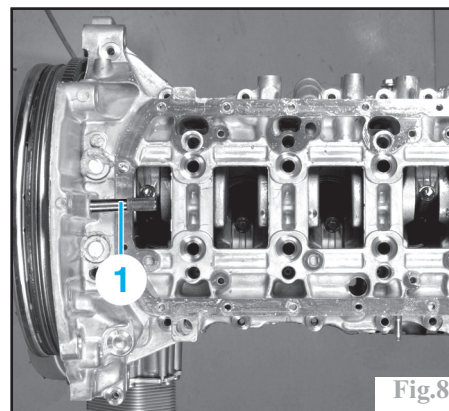

Fig.8
- Insérer la pige de blocage (Ø 12 mm) (1) du volant moteur (outil réf. (-).0194.C) (Fig.8).